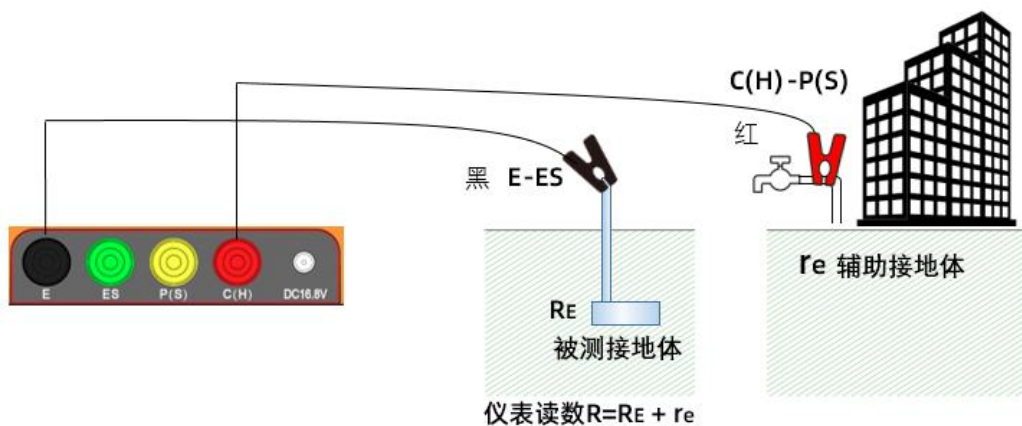

图 10 二线法测试接线示意图
- 1) 按照图 10 所示进行接线，二线法使用两根测试线：C(H)、E，仪器内部将 E 和 ES、C(H)和 P(S)短接起来；二线法需保证辅助接地体的接地电阻足够小或者已知。